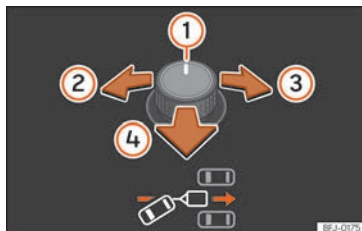
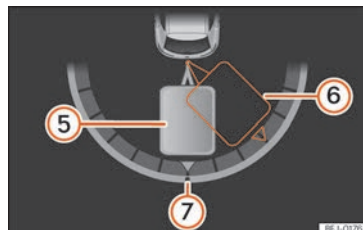

Fig. 207 Commande rotative des rétroviseurs extérieurs : régler l'angle de la remorque.
Fig. 208 Afficheur du combiné d'instruments : passer en marche arrière
Légende de la **fig. 207**, **» fig. 208** :
- Faites basculer la commande rotative jusqu'à la direction voulue » » **fig. 207**. L'écran du combiné d'instruments affiche à titre d'information une représentation de l'ensemble du véhicule tracteur et de la remorque dans sa position actuelle » » **fig. 208**.